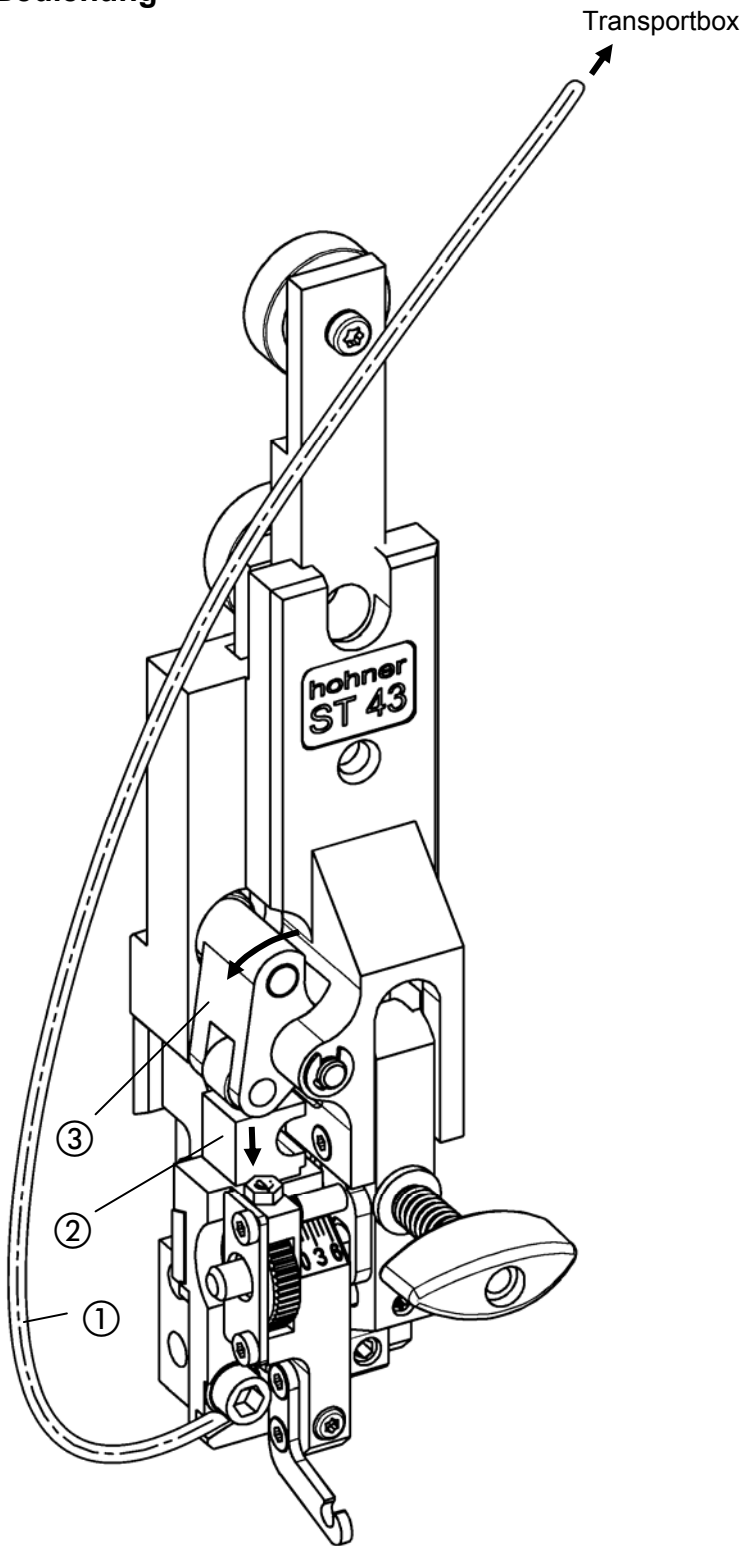

Abb. 10
- Abb. 10 -
- Transportbox im Tipbetrieb so laufen lassen, dass der Heftdraht ① in dem Heftkopf vorgeschoben wird.
- Überlange Drahtstücke durch Niederdrücken des Messerschiebers ② abschneiden. (Vereinfacht durch Hebeln an der Abschneidewippe ③)